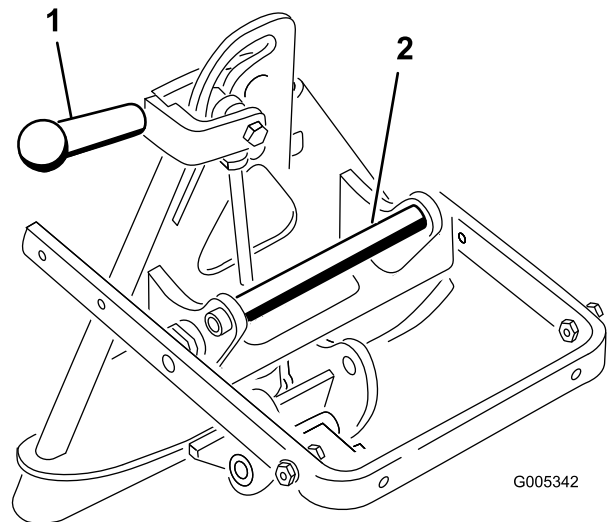

Figure 8
1. Faites pivoter le levier de verrouillage vers la gauche (vu depuis l'arrière de la machine) pour déverrouiller les adaptateurs (Figure 8).